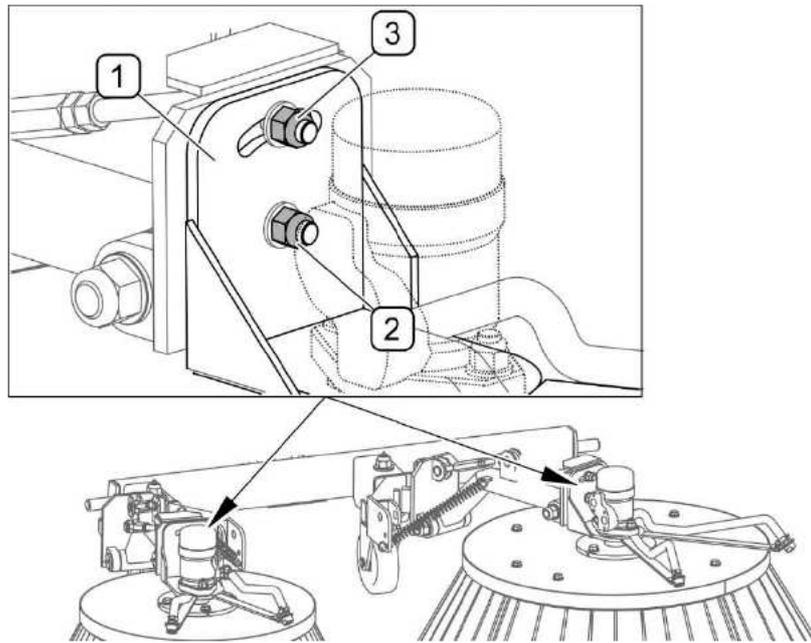

ABB. 5.8 Einstellung der Querneigung der Bürsten
- 3) Einstellung der Querneigung der Bürsten (ABB. 5.8)
(1) - Befestigungsträger des Hydraulikmotors; (2) - Drehachse des Trägers;
Um die Querneigung einzustellen (ABB. 5.8), müssen die Mutter (2) der Drehachse und die Klemmmutter (3) gelöst werden. Anschließend den Befestigungsträger (1) des Hydraulikmotors entsprechend einstellen. Der Neigungswinkel muss für jede Bürste einzeln eingestellt werden.